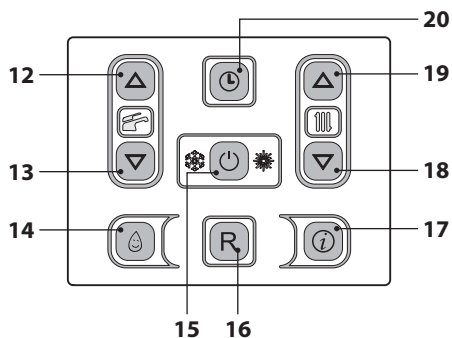

Figura 5.35
- Entrare in "modalità programmazione" premendo contemporaneamente per 10 secondi i tasti 15 - 18 - 19 (Figura 5.35) fino a